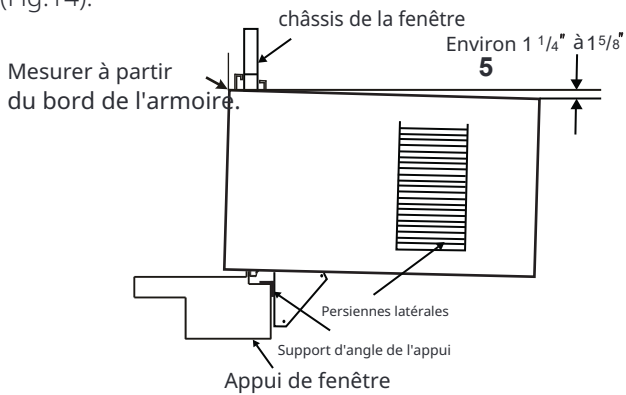
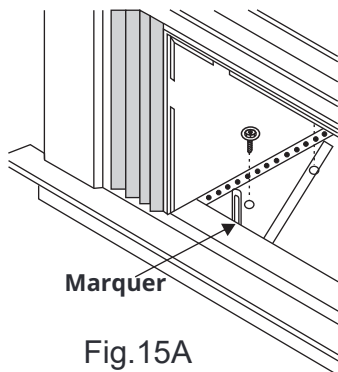

Fig.14
Fig.15A
1. Maintenir chaque support contre l'extérieur de l'appui, et bien serré contre le bas de l'armoire comme indiqué dans la figure 15A. Marquer les supports au niveau supérieur de l'appui et les retirer. 2. Assembler le support d'angle de l'appui aux supports à la position marquée (figure 15B). Serrer à la main, mais permettre des ajustements ultérieurs. **REMARQUE:** Vérifiez que le climatiseur est incliné vers l'arrière d'environ 1 1/4" à 1 5/8" (incliné d'environ 3° à 4° vers le bas vers l'extérieur). Après une installation correcte, les condensats ne doivent pas s'écouler du trou de drainage de trop-plein pendant une utilisation normale, corriger la pente sinon (Fig.14).